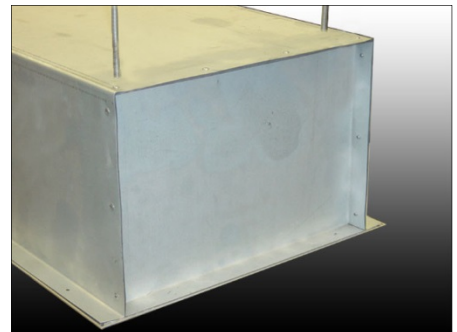
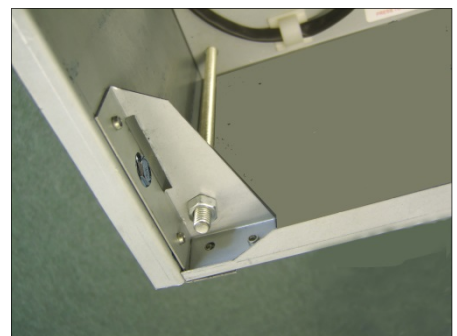

Abb. 2
Abb. 3
**Schritt 2** Führen Sie M8-Gewindestangen (nicht beiliegend) durch die zwei Löcher an jedem Ende des oberen Gehäuses ein (siehe Abb. 2). Führen Sie die Gewindestangen durch das Gehäuse und befestigen Sie sie an den Halterungen nahe dem Unterteil des Geräts (siehe Abb. 3 – Sicht in den Luftschleier). Verwenden Sie M8-Kontermuttern auf jeder Seite der Halterungen, um die Gewindestangen zu sichern.